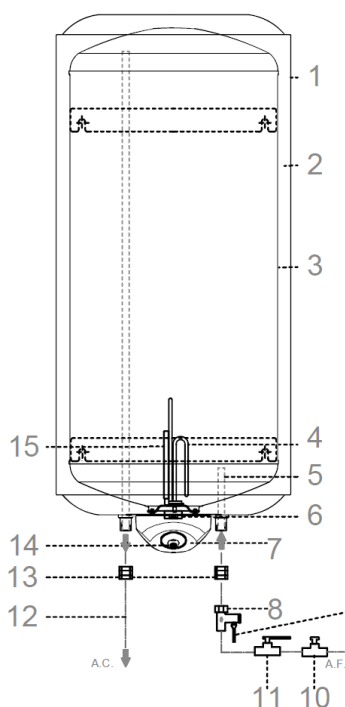

Fig. 7 Instalação vertical
Conecte o cilindro ligando a sua cravelha. A lâmpada piloto (pos.14 Fig. 7 e 8, pág 14) acesa indica que se está aquecendo a água; apagada indica que toda a água quente está à temperatura selecionada no termostato interno ou externo de regulação do cilindro (pos.6 Fig. 7 e 8, pág 14).
É imprescindível que o Serviço de Assistência Técnica (SAT) revise anualmente o seu cilindro para eliminar a cal depositada no elemento aquecedor (pos.4 Fig. 7 e 8, pág 14) e comprovar o estado do ânodo de magnésio (pos.15 Fig. 7 e 8, pág 14). Se a água na sua zona é muito dura ou corrosiva deve solicitar revisões mais frequentes.